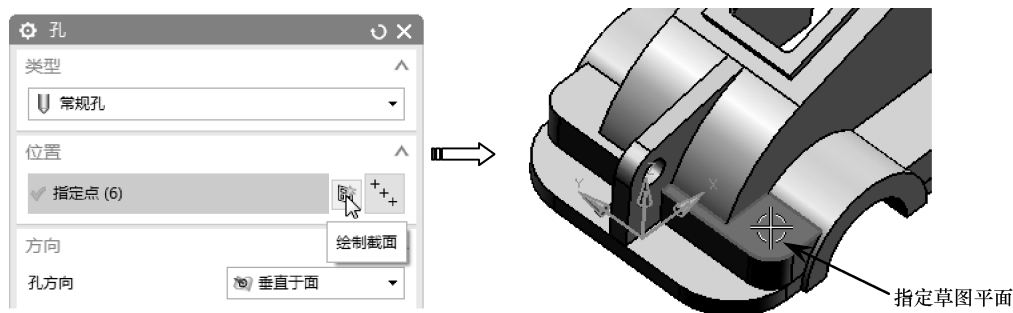

图 4-88 指定草图平面
- 17 在【特征】工具条中单击【孔】按钮，弹出【孔】对话框。然后按如图 4-88 所示的步骤，指定草绘点的草图平面。